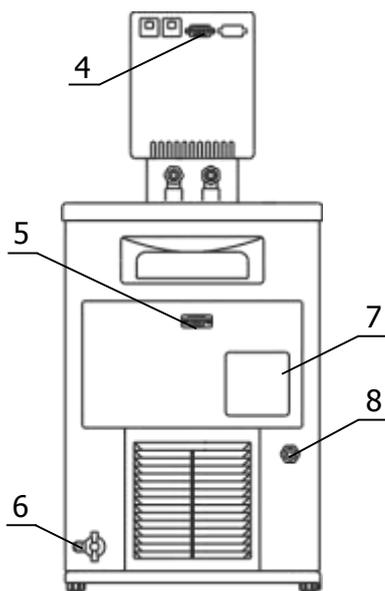

Рисунок 3 — Задняя панель термостата
2.2.4 К переливному штуцеру 8 (рисунок 3) присоединить гибкий шланг, второй конец которого опустить в емкость для сбора излишков теплоносителя объемом 1.5–2 литра.
2.2.8 Вставить вилку сетевого кабеля блока регулирования в розетку 7 (рисунок 3). Соединить кабелем из комплекта поставки блок регулирования (разъем 4) и холодильную машину (разъем 5). Сетевой кабель термостата подключить к питающей сети напряжением 220 В.
2.2.9 Включить блок регулирования в соответствии с документом ТКЛШ 3.222.009-20 РЭ «Блок регулирования температуры погружной циркуляционный М01М серии МАСТЕР». При работе циркуляционного насоса уровень теплоносителя во внутренней ванне понизится. Доливать теплоноситель следует до тех пор, пока он не начнет переливаться через штуцер 8 (рисунок 3).
2.4.2 Надеть сливной шланг из комплекта поставки на сливной кран 6 (рисунок 3) и закрепить его хомутом. Свободный конец шланга опустить в емкость для сбора теплоносителя объемом не менее 10 литров.